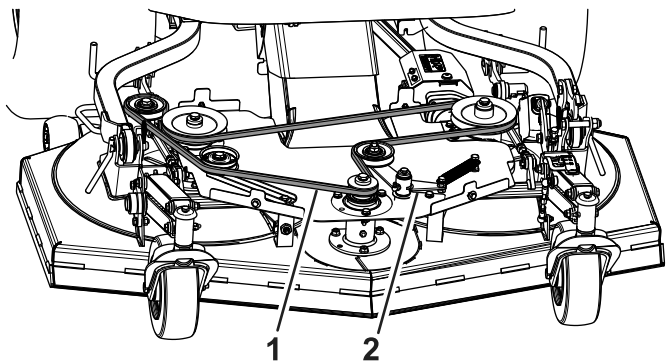

Figure 107
4. Retirez le ressort du bras de renvoi de l'ergot de l'unité de coupe (Figure 107).
1. Acheminez la courroie neuve autour des poulies, comme montré à la Figure 107.
2. Installez le ressort du bras de renvoi sur l'ergot de l'unité de coupe (Figure 107).